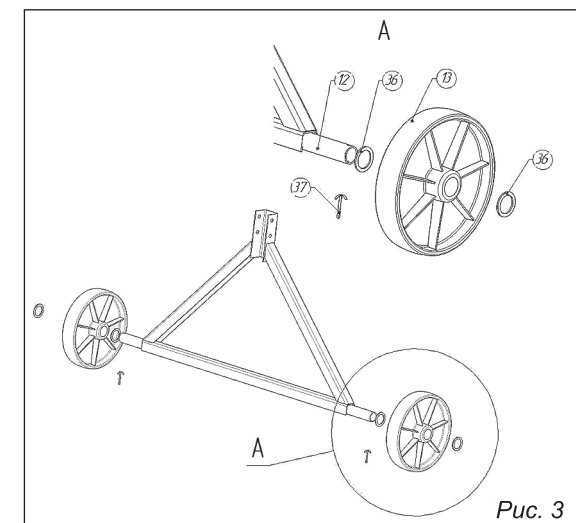

Рис. 3
6.1. Сборка колесной опоры (рис. 3)
- Произведите натяжение ремня 19 путем перемещения электродвигателя 21 по пазам платы моторного блока. Удерживая электродвигатель 21, затяните болты крепления 44 (см. рис. 3) к плате моторного блока 16.